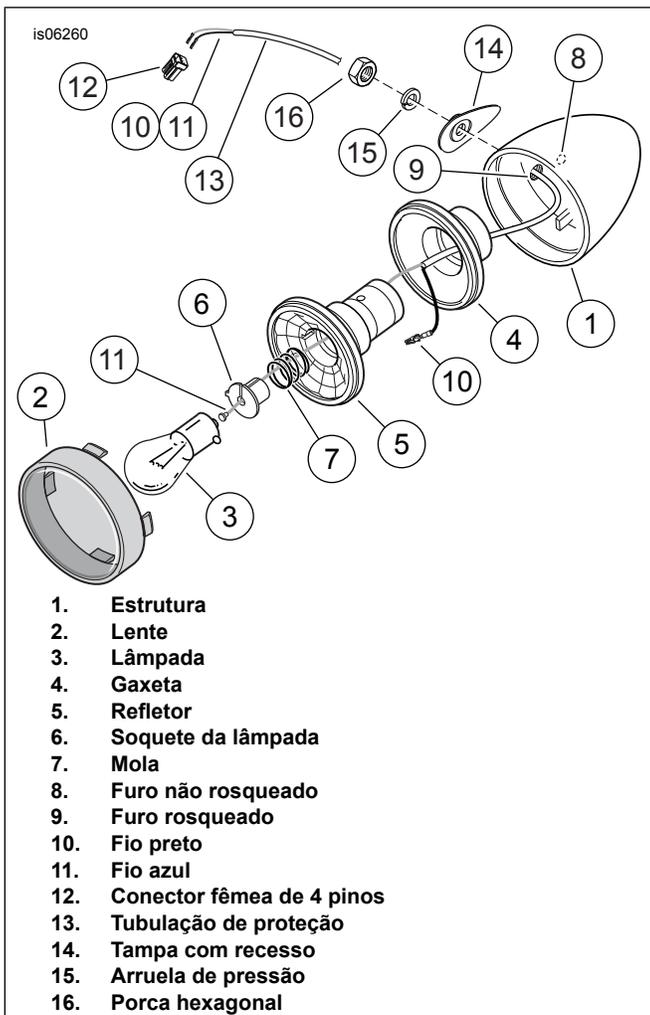
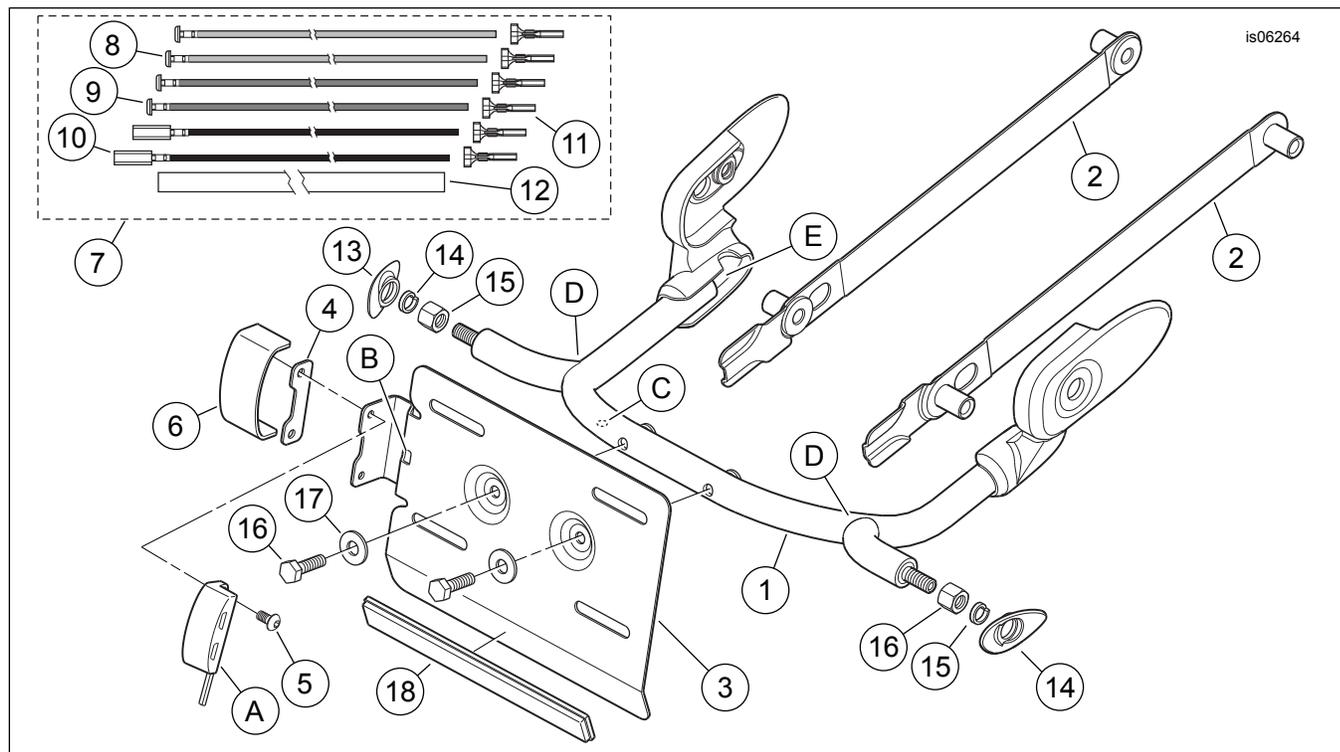

Figura 5. Lâmpada dos pisca-piscas
Figura 7. Peças de reposição, kit de reposicionamento da luz de freio/pisca-pisca traseiro Dyna
17. Insira o terminal do **novo** fio preto (10) na cavidade na traseira do refletor (5) até que encaixe no lugar. Insira o fio azul (12) e o fio violeta (11) através do centro do refletor (5) e da mola (7), e insira os terminais de botão nas ranhuras e cavidades corretas no soquete da lâmpada do refletor (6).
20. Veja a Figura 7. Pegue a tubulação de proteção (12) do kit e corte-a em dois pedaços com o mesmo comprimento.
21. Deslize um pedaço de tubulação de proteção sobre os três fios das lâmpadas da luz do freio/ pisca-pisca e na abertura dianteira (E) no conjunto soldado de reposicionamento do freio/pisca-piscas traseiros em cada lado. Continue deslizando a tubulação sobre os fios até que alcance pelo menos a junta em Y ou, preferivelmente, a estrutura das lâmpadas da luz do freio/pisca-piscas traseiros.
2. Remova com cuidado os fios do pisca-pisca e os conectores da parte interna da estrutura da lâmpada traseira (3). Remova os fios do pisca-pisca das presilhas sob o pára-lama. Separe os conectores fêmea de 4 pinos do pisca-pisca dos conectores macho do chicote de fios da iluminação traseira (6).
4. Veja a Figura 5. Remova os fios preto (10) e azul (11) e os terminais fêmea dos conectores fêmea dos pisca-piscas. Separe os pisca-piscas e os conectores fêmea para instalação posterior.
5. Veja a Figura 7. Pegue dois fios **novos** com terminação, um preto (10) e um azul (8), do kit. Os dois fios violeta (9) podem ser descartados.
6. Descasque cerca de 25 mm (1 in) de isolamento da extremidade sem terminação de **um** fio, e uma uma guia ou um fio-máquina à extremidade descascada. Passe o fio dentro de um dos prisioneiros rosqueados no conjunto soldado de reposicionamento do pisca-pisca. Pressione o fio através a junta em Y até que a extremidade da guia ou do fio-máquina saia através da abertura dianteira (E) do tubo. Continue a puxar e a empurrar os fios até que a extremidade do fio com isolamento seja exposta. Remova a guia ou o fio-máquina da extremidade do fio com isolamento.
9. Veja a Figura 5. Insira uma chave de fenda com ponta fina ou uma ferramenta semelhante na ranhura no fundo da lente (2) de uma das lâmpadas do pisca-pisca e torça para desencaixar a lente da estrutura (1). Pressione a lâmpada (3) para dentro e gire no sentido anti-horário para remover.
10. Insira a ferramenta entre a borda externa da gaxeta de borracha (4) e a parte interna da estrutura. Alavanque com cuidado o refletor (5) até que fique livre.
11. Remova o terminal do terra e o fio preto (10) da parte traseira do refletor.
12. Deslize o soquete da lâmpada do refletor. Remova o fio e o terminal de botão do soquete da lâmpada. Passe a tubulação de proteção (13) com ambos os fios pelo furo sem rosca (8) na estrutura da lâmpada e descarte-a.
14. Veja a Figura 7. Coloque uma arruela de pressão (14) em um dos prisioneiros rosqueados no conjunto soldado de reposicionamento do pisca-pisca. Coloque uma tampa cromada com rebaixo (13), na orientação mostrada, no prisioneiro.
15. Veja a Figura 5. Passe os fios do prisioneiro rosqueado no conjunto soldado de reposicionamento do pisca-pisca através do furo **rosqueado** (9) na estrutura da lâmpada (1) e no centro da gaxeta de borracha (4).
17. Insira o terminal do **novo** fio preto (10) na cavidade na traseira do refletor (5) até que encaixe no lugar. Passe o fio azul (11) através do centro do refletor (5) e da mola (7), e insira o terminal de botão na ranhura e a cavidade no soquete da lâmpada do refletor (6).